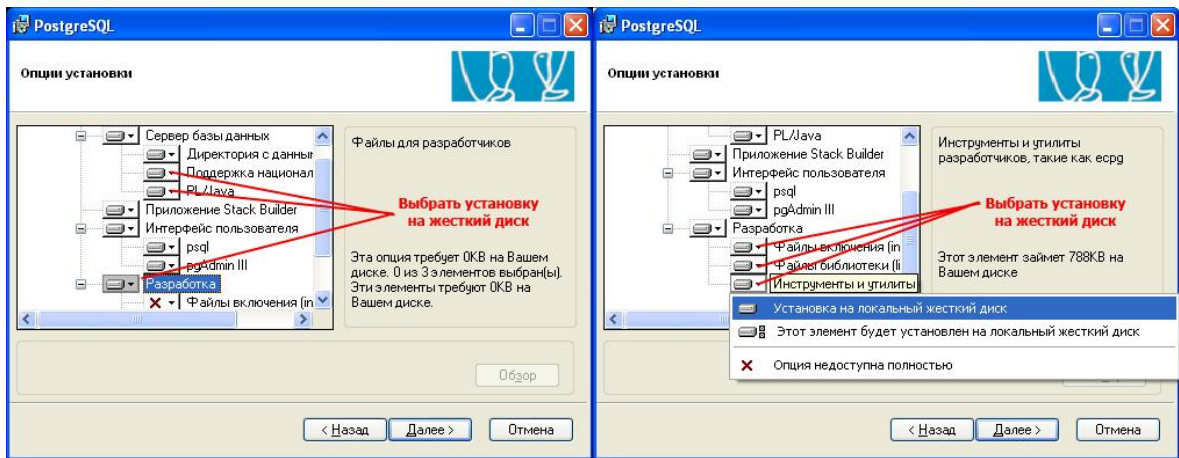

Рис. 4.2.2. Опции установки
- ü В окне *Опции установки* выберите все компоненты программы и, указав в них установку на локальный жесткий диск, нажмите кнопку *Далее* (рис. 4.2.2).